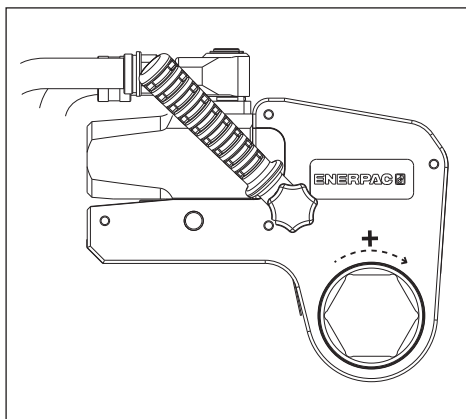

Fig. 9
4.3.1 Trekke til en mutter eller bolt (fig. 9 og 10)
- Plasser reaksjonsplaten (18) mot et egnet reaksjonspunkt (19). Reaksjonspunktet skal kunne stå imot kraften som verktøyet utøver.